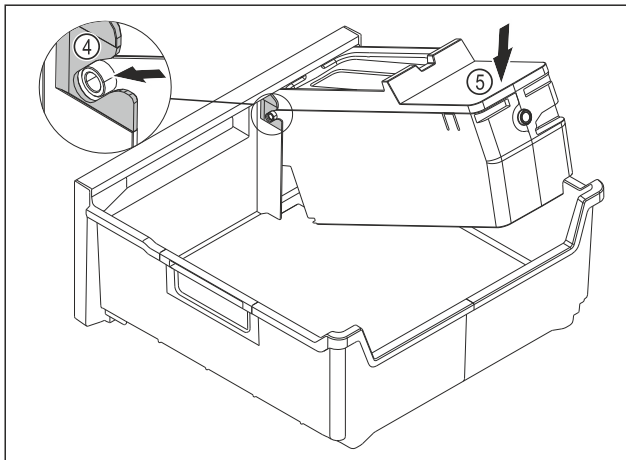

Fig. 82
- ▶ EasyTwist-Ice-corporus monteren: Assen van de EasyTwist-Ice-corporus in de geleidingen Fig. 82 (4) schuiven.
- ▶ EasyTwist-Ice-corporus Fig. 82 (5) achter omlaag drukken.